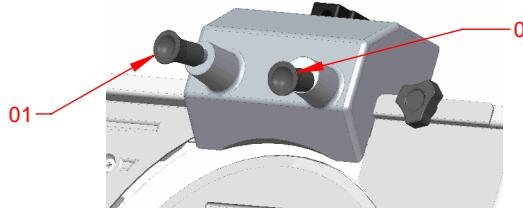

Figura 05
- 2.4.3 Ligue a máquina pressionando o botão verde (02), quando a lâmina estiver girando, puxe o pino do rebolo (02, figura 05) para cima, a lâmina deve ser afiada por baixo por aproximadamente 5 segundos. Após a afiação, aperte o pino superior do rebolo (01, figura 05) para que ele retire a rebarba de cima da lâmina;